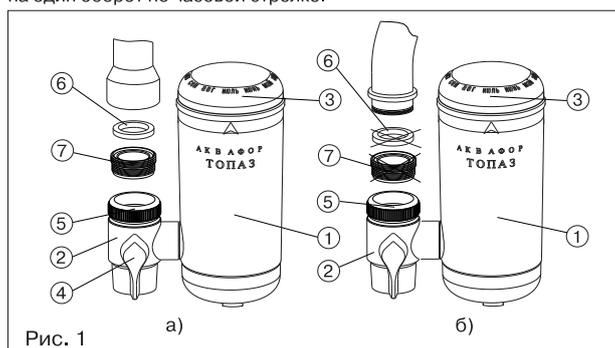

Рис. 1
- для удобства монтажа поверните модуль (1) относительно переключающего клапана (2) на один оборот против часовой стрелки и аккуратно выньте модуль (1);
- выверните пластмассовый резьбовой переходник (7) из узла подключения (5) переключающего клапана (2);
- если кран имеет внутреннюю резьбу, то вверните в него пластмассовый резьбовой переходник (7) с уплотнительной шайбой (6), затем на пластмассовый резьбовой переходник (7) наверните узел подключения (5) переключающего клапана (2) (рис. 1а);
- ВНИМАНИЕ! Возможно при использовании резьбового переходника (7) будет необходимо поменять местами уплотнительную шайбу, находящуюся в узле подключения (5) и уплотнительную шайбу (6).
- если кран имеет наружную резьбу, то наверните на кран узел подключения (5) переключающего клапана (2) (рис. 1б);
- расположите модуль (1) вертикально и аккуратно вставьте его до упора в переключающий клапан (2), после чего поверните модуль (1) на один оборот по часовой стрелке.